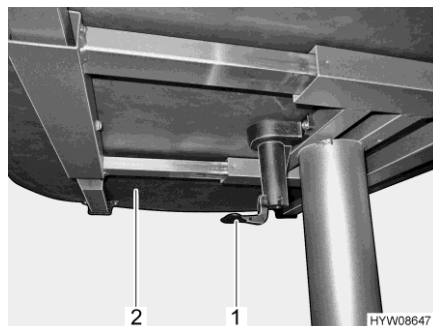

Fig. 87 Levier de déplacement du plateau de table
- Tirer le levier (Fig. 87,1) vers le bas ou l'enfoncer.
- Décaler le plateau de table (Fig. 87,2) dans la position désirée.